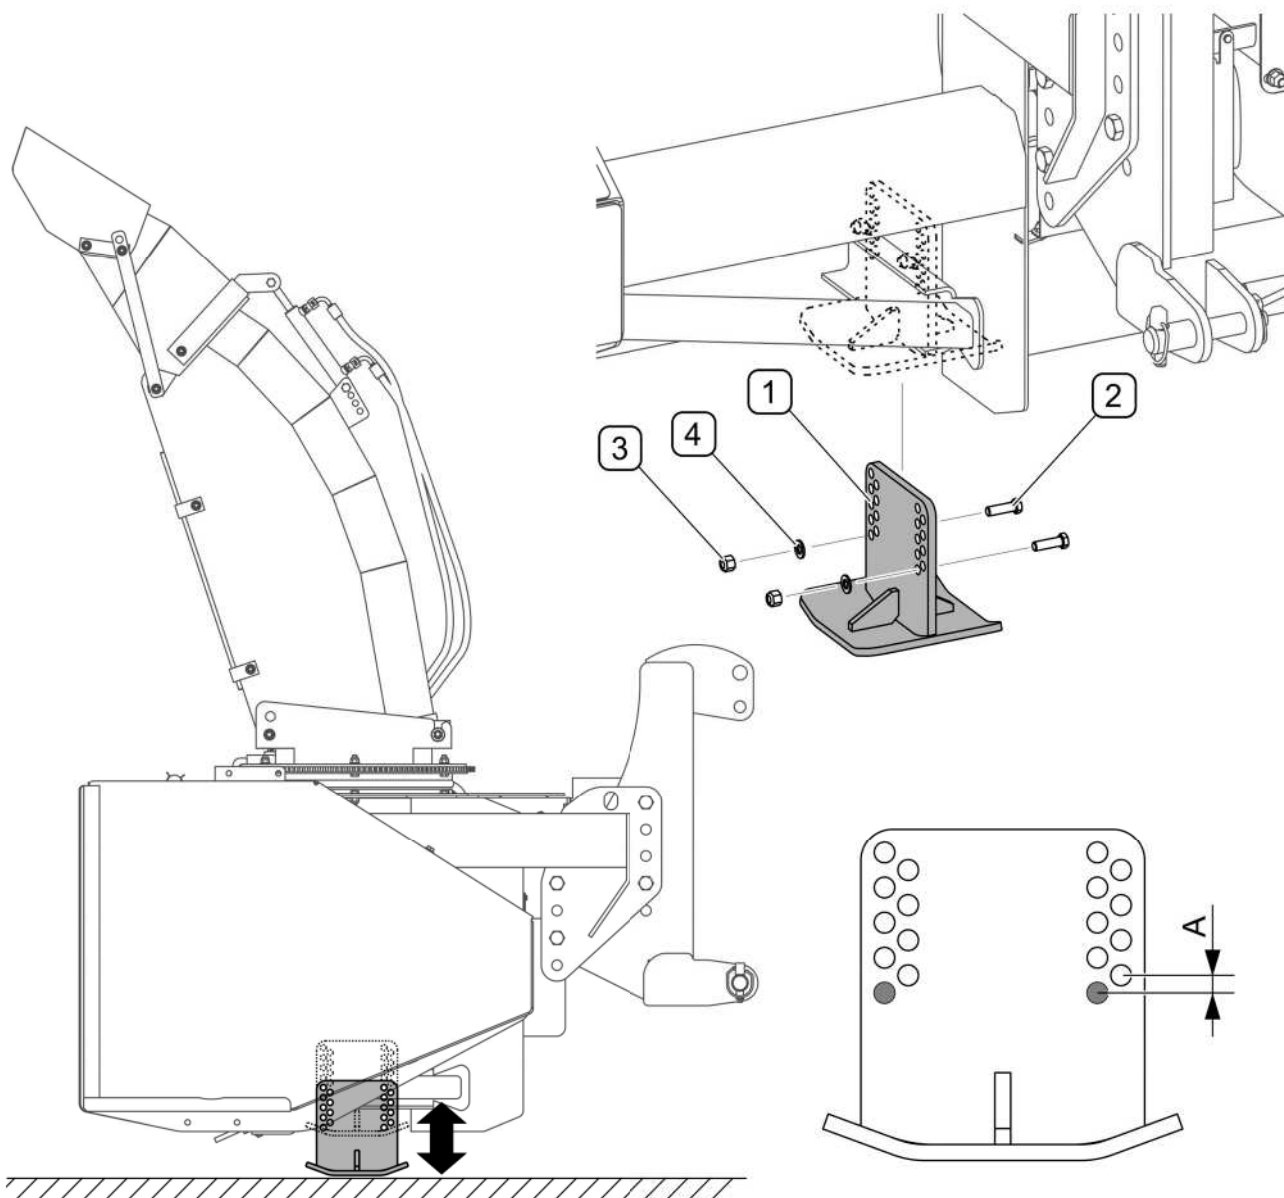

РИСУНОК 4.9 Регулирование рабочей высоты при помощи ползьев
Если регулировка рабочей высоты при помощи центральной сцепки окажется недостаточной, то можно отрегулировать высоту положения полозьев (РИСУНОК 4.9). Такая регулировка возможна в пределе 88 мм, изменяя положение болтов (2) в крепежных отверстиях полозьев, размещенных с интервалом 11 мм (A). Для этого нужно поднять снегоочиститель и поставить на стабильные и прочные упоры. Если машина навешена и поднята на трехточечной системе навески, то необходимо дополнительно предохранить ее от оседания, □выключить двигатель транспортного средства и поставить его на стояночный тормоз. Отвинтить гайки (3), вынуть болты (1) и переставить в соответствующие отверстия в полозе. Установить полозья на